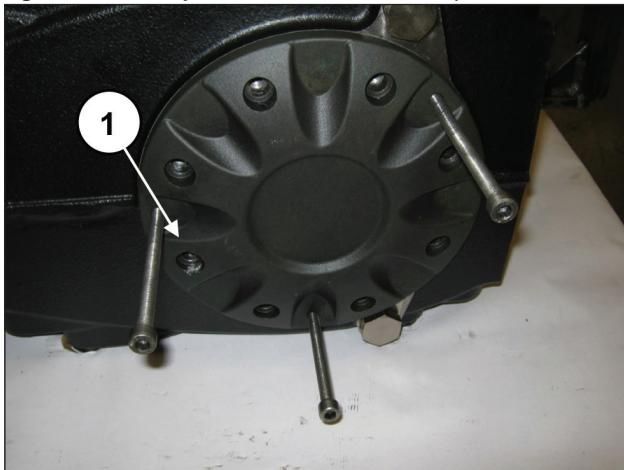

Fig. 28
Posicione três grãos ou parafusos rosqueados M8 (pos. ①, Fig. 28) com a função de extrator nos furos especiais